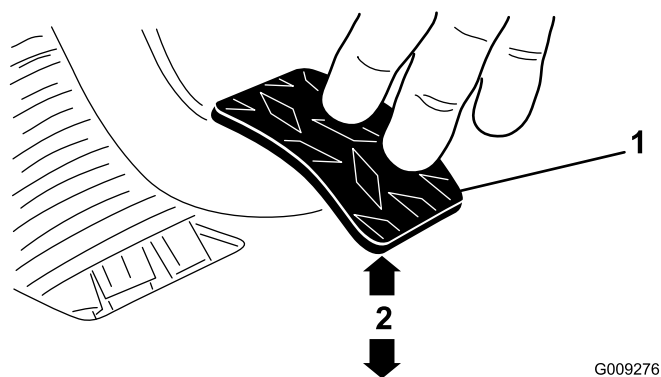

Рисунок 74
3. Регулируйте контргайки или шаровой шарнир до тех пор, пока нижняя сторона задней кромки педали сцепления не будет находиться на расстоянии  $9,5 \pm 0,3$  см от верха доски пола с ромбовидным рисунком, когда к педали прикладывается усилие 1,8 кг (Рисунок 74).